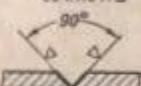

Рис. 128. Подготовка трещин в кожухе под сварку
(II) Подготовить места трещин в кожухе под заварку (рис. 128), заварить трещины электродуговой сваркой электродом Э34-3 и сбрасывать загодлико.